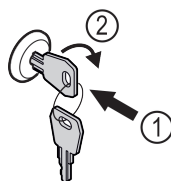

Fig. 181
- ▶ Włożyć kluczyk. Fig. 181 (1)
- ▶ Przekręcić kluczyk o 90° w prawo. Fig. 181 (2)